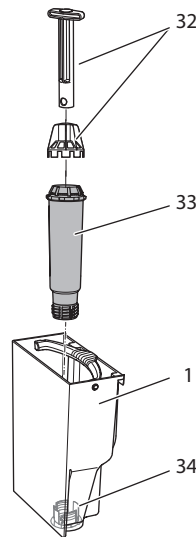

Fig. 19: Montaggio e smontaggio del filtro dell'acqua
- Rimuovere il filtro dell'acqua (vedere Fig. 19 a pagina 131).
9. Installare un filtro nuovo nel serbatoio dell'acqua (vedere *Fig. 19*).
3. Rimuovere il filtro dell'acqua (vedere Fig. 19).